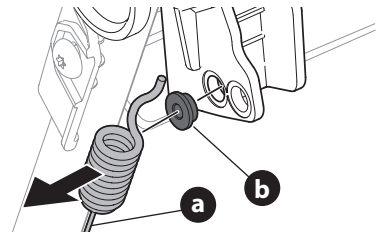

Figure 31
3. Décrochez le câble (a) et retirez le coussinet en métal (b) de la commande d'entraînement en plastique (Figure 31).